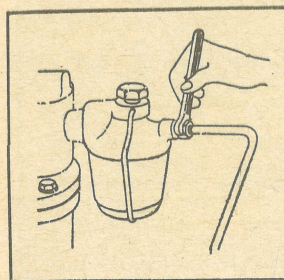

Fig. 17 — O tubo de gasolina desaperta-se com uma chave de boca fixa
38. Para se verificar se a gasolina chega ao carburador, desaperta-se, com uma chave de boca fixa, o tubo condutor à entrada do carburador ou do filtro de gasolina (figs. 17 e 18).